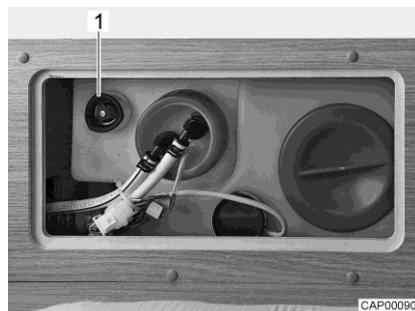

Fig. 69 Serbatoio dell'acqua con maniglia girevole
- Sul serbatoio dell'acqua, ruotare la maniglia girevole (Fig. 69,1) in senso orario fino all'arresto.
- Sul serbatoio dell'acqua, ruotare la maniglia girevole (Fig. 69,1) in senso antiorario fino all'arresto. L'acqua fuoriesce fino a ca. 20 litri.